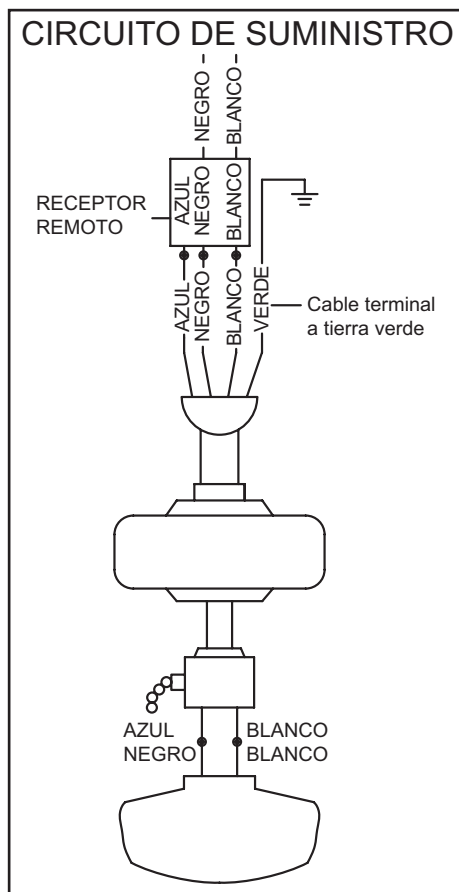

Figura 6
Sigue estos pasos para conectar tu ventilador a tu circuito doméstico. Usa las tuercas de conexión de cables que vienen con tu ventilador. Asegura los conectores con cinta aislante. Asegúrate de que no haya cables o conexiones sueltas (Figura 6).
4. Gira el volante central hasta que a través de la abertura de la placa superior del kit de luces del motor, puedas ver los orificios de tornillos del soporte del aspa en el volante (Figura 6).